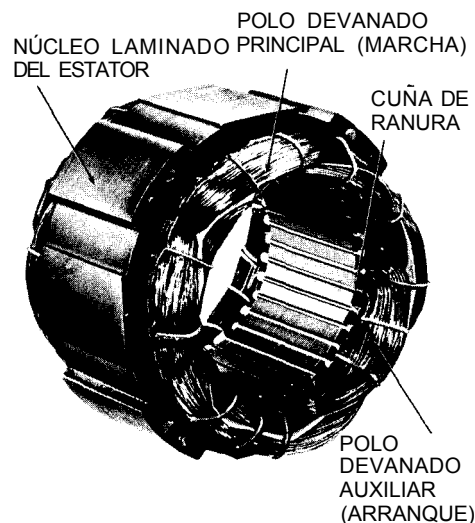

Fig. 32-10. Conjunto del estator (campo) de un motor de fase dividida (Wagner Electric Corporation).
**Devanado de marcha.** En el motor de fase dividida, la corriente en el devanado de marcha o principal produce los campos electromagnéticos. Este devanado se compone de bobinas que se colocan en las ranuras aisladas que se localizan alrededor del interior del núcleo del estator (estático). Estas bobinas se colocan en serie y forman lo que se conoce como grupos de polos o, simplemente, polos (Fig. 32-10).
devanan dentro de las ranuras aisladas que contienen también el devanado de marcha (Fig. 32-10). El devanado de marcha se conecta al circuito del motor sólo el tiempo necesario para que el inducido acelere aproximadamente al 80% de su velocidad máxima. Después, el devanado se desconecta del circuito.